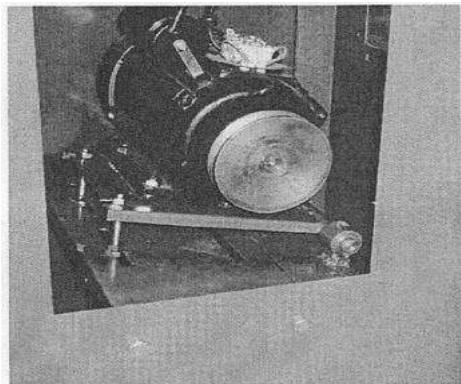

Рисунок 1. Регулировочные болты двигателя.
1. Ослабьте регулировочные болты двигателя так, чтобы вы могли присоединить клиновой ремень к шкивам. См. рисунок 1/A